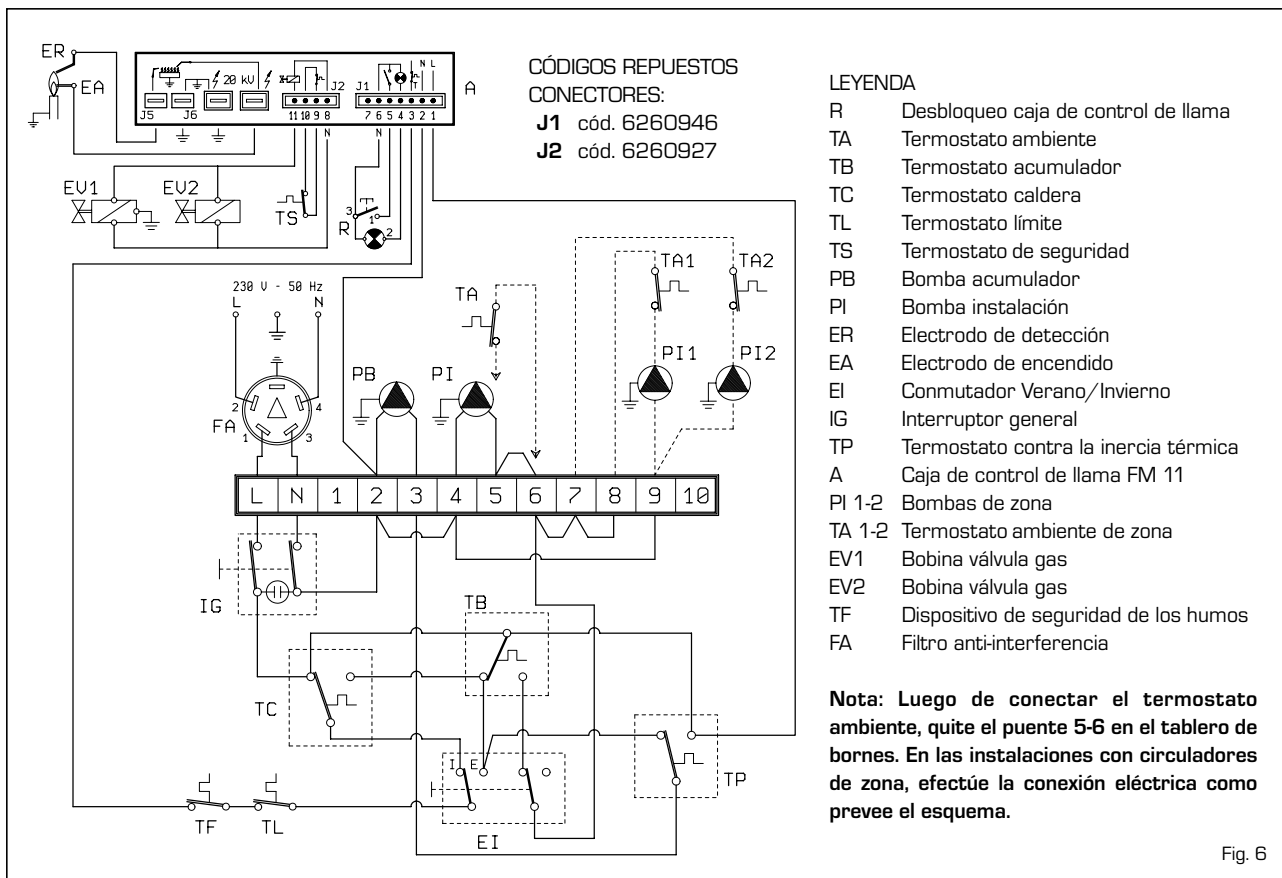

Fig. 6
- Conectar eléctricamente las bombas de la segunda y tercera zona, mandadas cada una por su correspondiente termostato ambiente, como previsto por el esquema eléctrico (fig. 6 - 6/a).